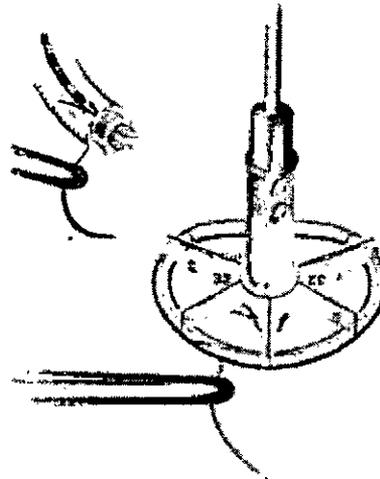

Figura 6
2. Realice las suturas a través del anillo o banda con una separación aproximada de 2 a 4 mm, entrando por su parte inferior y saliendo por su perímetro (Figura 6).